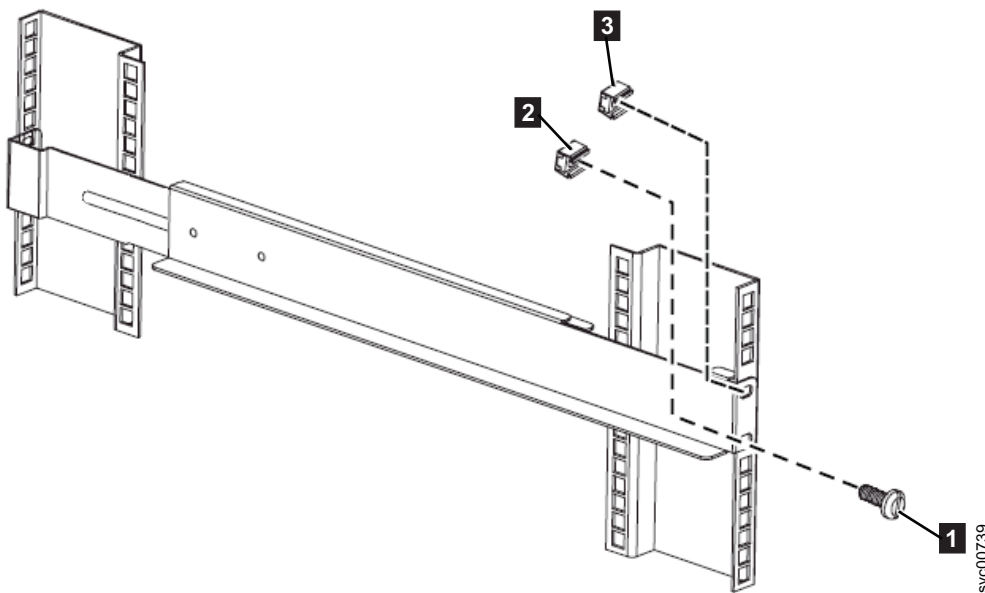

図 11. 2145 UPS-1U レール前部のラックへの取り付け
7. 2つのクリップ・ナット **2** および **3** をラック前面に取り付けます。次に、M6 x 10 ねじ **1** を 1つだけ使用して、図 11 に示すようにレールを底部取り付け穴に取り付けます。